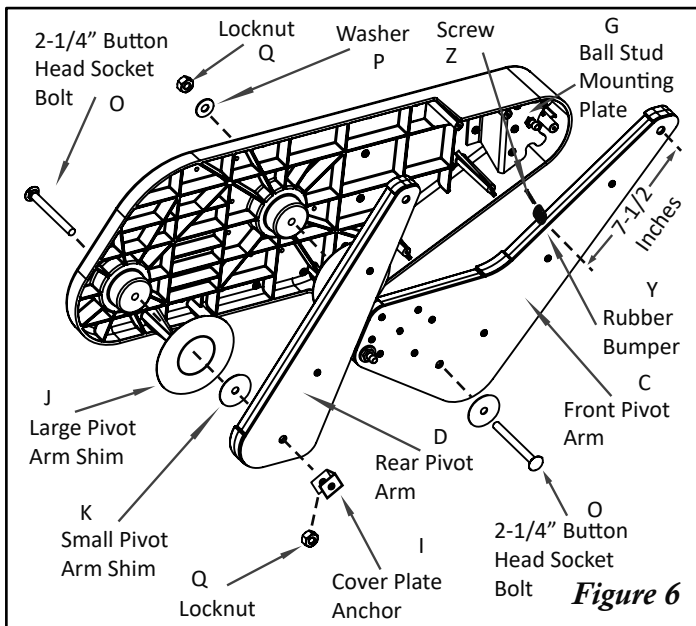
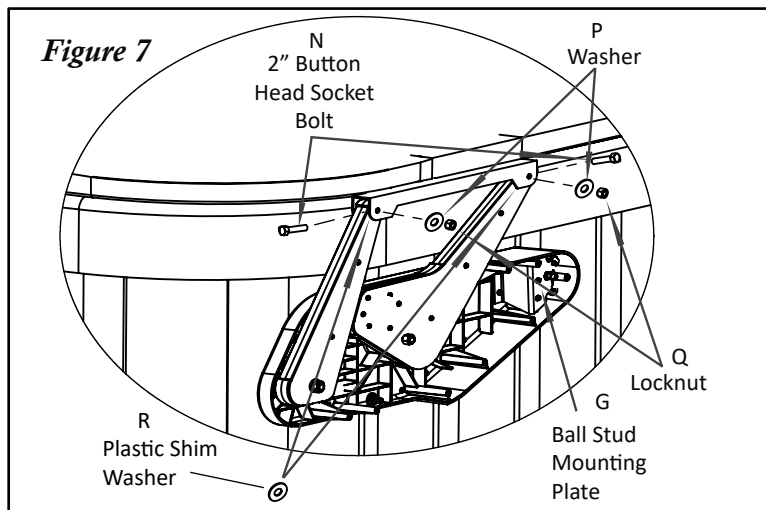

Figure 6
Figure 7
**#7** Bevestig de draaiarmen (C & D) aan de montagebeugels (A) m.b.v. de 2 1/4" inbusbouten (O), sluitringen (P) en borgmoeren (Q) (Fig. 6). **Let op: Zorg ervoor dat u de grote en kleine ringen voor de draaiarmen (J & K) installeert zoals afgebeeld. Zorg ervoor dat de draaiarmen vrij kunnen bewegen en draai de bouten niet te vast.** Bevestig daarna de rubberen stoppen (Y) aan de voorste draaiarmen m.b.v. de #8 x 1 1/4" zelf-tappende schroeven (Fig. 6) en de plaatjes voor de kogelbouten (G) aan de montagebeugels (A) m.b.v. de #10 x 1 1/2" montageschroeven (Fig. 7).
**#8** Bevestig de beugelconstructie uit stap #7 aan de coverbeugels m.b.v. de 2" inbusbouten (N), sluitringen (P), plastic vulringen (R) en borgmoeren (Q). Laat de constructie vrij hangen (Fig. 7). **Let op: Installeer de bouten van binnen naar buiten, met de borgmoeren aan de buitenkant van de montagebeugels.** Duw de grote afdekkoppen (V) op de borgmoeren. **Let erop dat de plastic vulringen gebruikt worden als afstandhouders tussen de draaiarmen en de coverbeugels (Fig. 7).** Draai de bouten niet te vast, de draaiarmen moeten vrij kunnen bewegen.